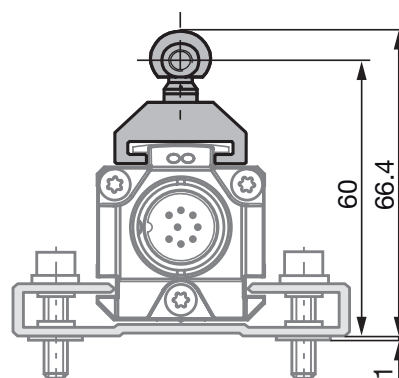
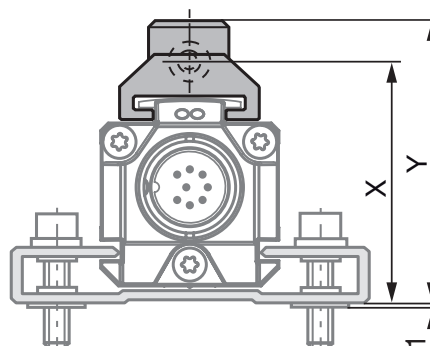
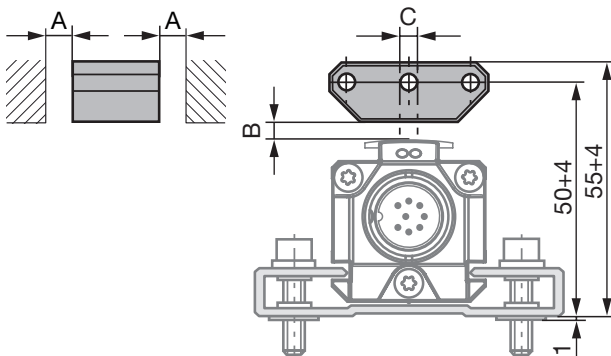
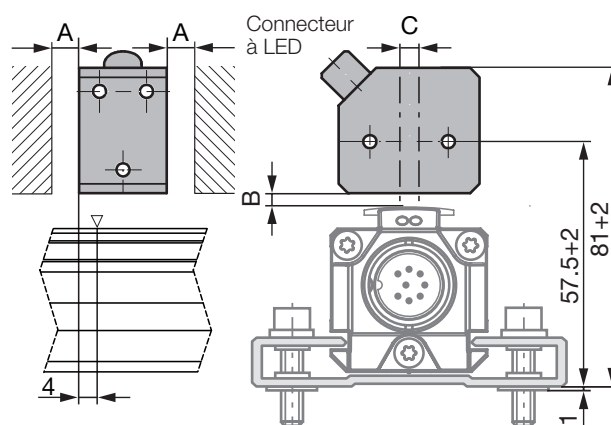

Fig. 4-1 : Dimensions et distances pour le capteur de position BTL5-F-2814-1S
Fig. 4-3 : Dimensions et distances pour le capteur de position BTL5-M/N-2814-1S
Fig. 4-4 : Dimensions et distances pour le capteur de position BTL5-P-3800-2
Fig. 4-8 : Dimensions et distances pour le capteur de position BTL5-P-4500-1 avec génération d'un champ électromagnétique (24 V / 100 mA)
i Le BTL à construction profilée convient aussi bien aux capteurs de position libres, c'est-à-dire fonctionnant sans contact (voir Fig. 4-4 à Fig. 4-8), qu'aux capteurs de position guidés (voir Fig. 4-1 à Fig. 4-3).
- La distance A entre le capteur de position et les éléments en matériau magnétisable doit être au minimum de 10 mm (voir Fig. 4-4 à Fig. 4-8).
- Pour la distance B entre le capteur de position et le BTL ainsi que pour le déport des axes C, (voir Fig. 4-4 à Fig. 4-8), les valeurs suivantes doivent être respectées :
La plage de mesure est décalée de 4 mm en direction du connecteur du BTL (voir Fig. 4-8).